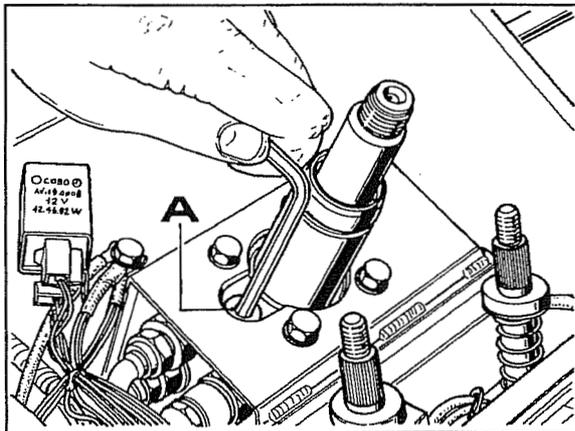
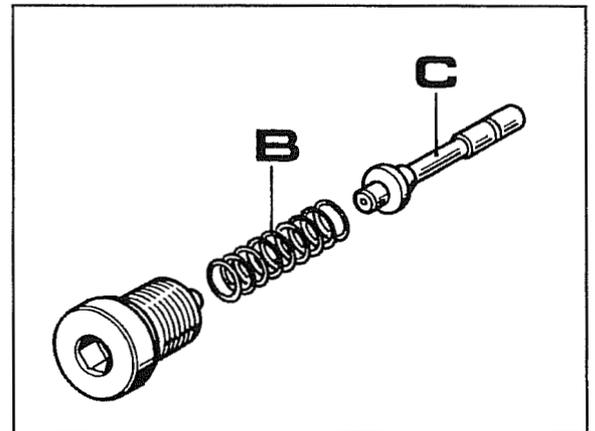

Fig. 58
Fig. 59
- c. Desenroscar el tapón **A** fig.58 que forma parte de la válvula de máxima, luego extraer el resorte **B** y el perno **C** (fig.59).
- d. La fig.59 muestra los componentes de la válvula de máxima que deben ser bien lavados, soplados y aceitados con aceite del mismo tipo antes del reensamblado.